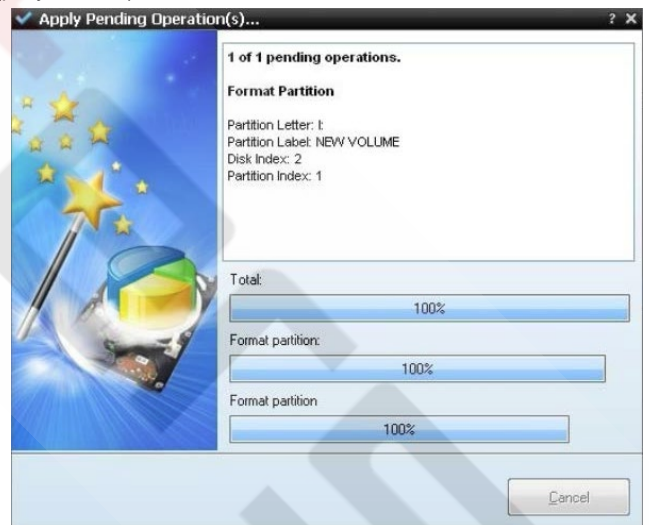

Рисунок 4.10. Подтверждение новых настроек и запуск форматирования
7) Открывается окно с индикаторами процесса форматирования (рисунок 4.10).